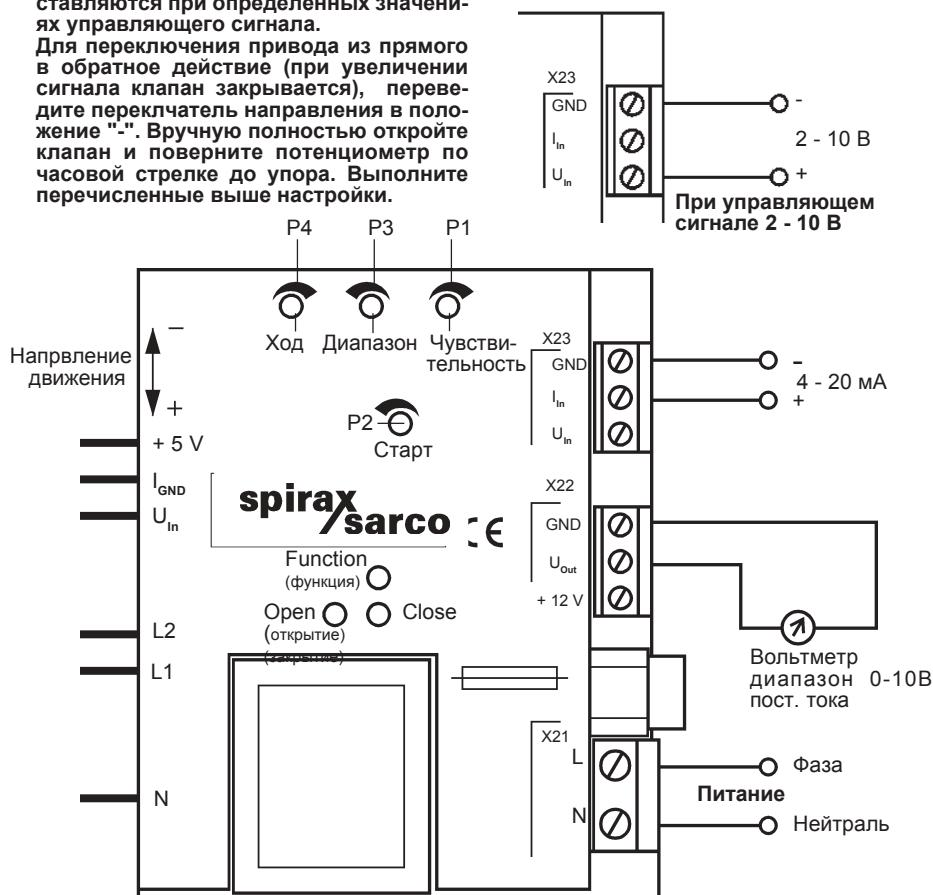

Рис. 19
- Вольтметр в этом положении будет показывать 0 В. Если нет, то потенциометром обратной связи установите напряжение на вольтметре 0 В. Поворачивайте потенциометр Р2 (рис. 19) пока не погаснет лампочка "Close".